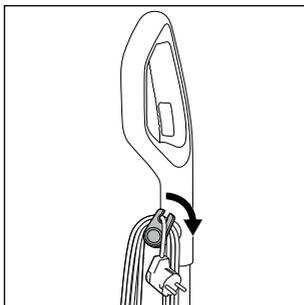

Fig. 12
- ◆ Déroulez le cordon d'alimentation **17** entièrement du support de cordon supérieur et inférieur **16/20**. Pour dérouler rapidement le cordon d'alimentation **17** des supports de cordon **16/20**, sortez légèrement le support de cordon supérieur **16** et tournez-le vers le bas (voir fig. 12).